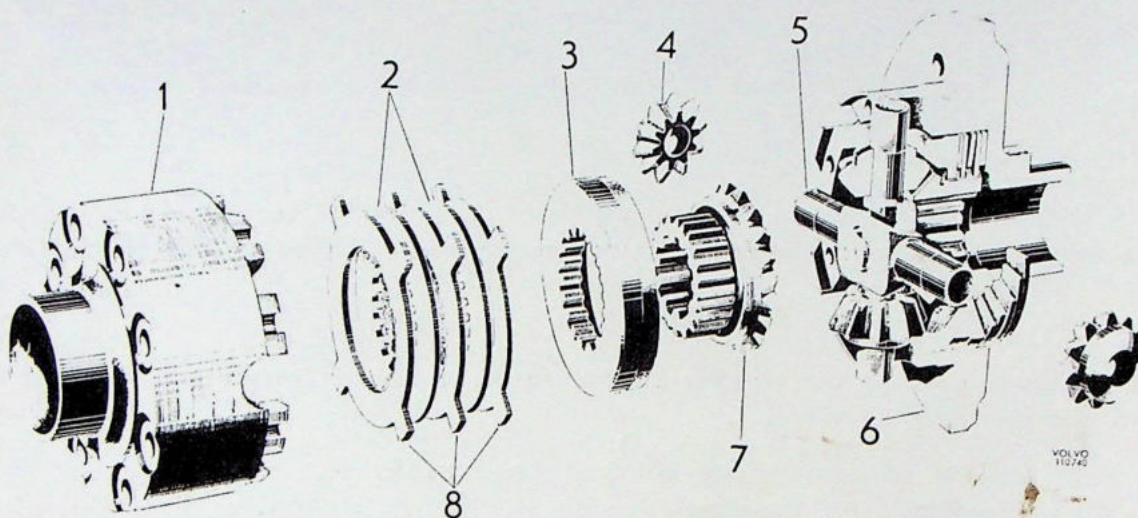
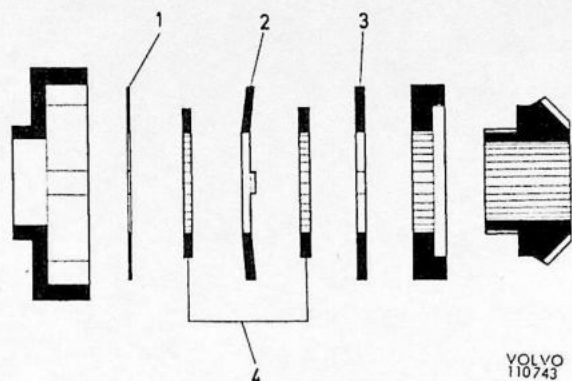

Fig. 1. Differentieel met differentieelrem.
Fig. 5. Monteren van de friktieschijven
Met uitzondering van het differentieel is de achteras op dezelfde wijze gekonstrueerd als een konventionele achteras. De konstruktie van het differentieel wordt in Fig. 1 getoond.
1. Voordat montage van elk onderdeel plaatsvindt, moet dit eerst worden gesmeerd. Leg de schijven en andere onderdelen in de Kroonwiel-helft van het differentieelhuis, in de volgorde zoals Fig. 1 laat zien. Zie ook Fig. 6. In Fig. 5 wordt getoond in welke volgorde de schijven moeten worden gemonteerd.